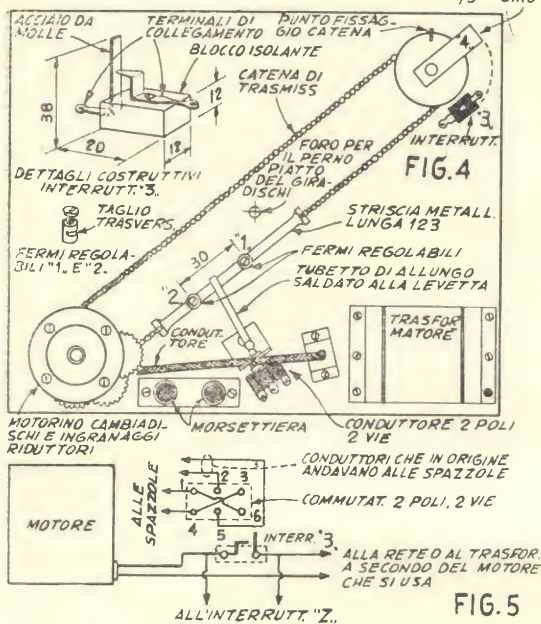

FIG. 5
Nella fig. 5 è lo schema elettrico del dispositivo; credo che la sua interpretazione non presenti alcuna difficoltà.
Dopo avere esaminato il da farsi sul lato inferiore del basamento del cambiadischi, rimane da sistemare il complesso visibile in fig. 6: ciò fatto il cambiadischi sarà praticamente terminato. A questo punto tornerà utile l'illustrazione del funzionamento del meccanismo. Per iniziare, immaginiamo che il complesso stia suonando un disco; il braccio del pick-up ruota lentamente sul proprio perno mentre la testina segue la spirale del disco; questo stato dura sino a che la spirale non è stata esplorata sino al centro del disco. A questo punto, interviene l'interruttore (Z), fig. 6, che viene chiuso e completa così il circuito elettrico di fig. 5. Immediatamente il motorino del cambiadischi viene posto in rotazione ed a sua volta fa girare le colonnine del meccanismo per il cambio dei dischi. Quando queste colonnine hanno compiuto poco meno di un terzo di giro su se stesse, uno dei fermi fissati sulla striscia che trattiene le estremità della catena entrerà in contrasto con il prolungamento della levetta dell'interruttore a due vie due posizioni e determinerà lo scatto di quest'ultimo (vedi fig. 4), il che determinerà la inversione del senso di rotazione del motore; questo continuerà la sua rotazione all'indietro fino a che l'altro fermo avrà fatto scattare di nuovo la levetta dell'interruttore nella posizione di partenza, invertendo nuovamente il senso di rotazione del motore, allorché sia le colonnine che tutto il resto del